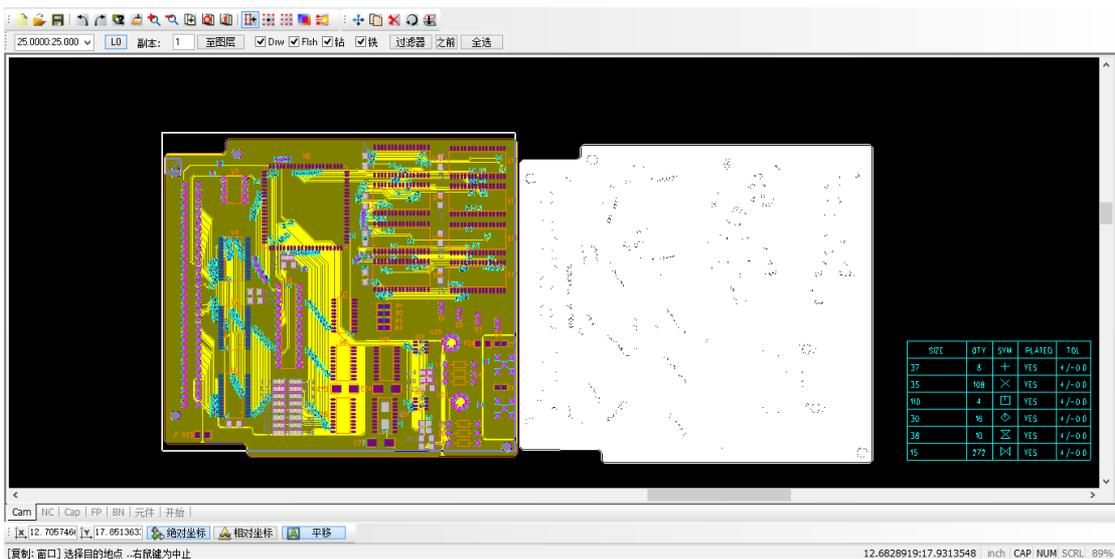

图 17-38 第一次复制之后的效果图
(1) 单击层清单中的  图标按钮，然后单击  图标按钮使所有的层全部显示。
(2) 在菜单栏中执行“Edit” “Copy”命令，然后按<W>键，进入框选模式。
(3) 选中各层图形使之高亮显示，然后单击鼠标右键，选取复制时拖动的基准点，图片的映像附着在光标上。
(4) 单击鼠标左键放置图片, 如图 17-38 所示。